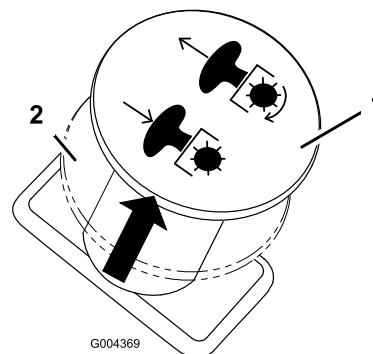

Figura 9
2. Desengrane las cuchillas moviendo el mando de control de las cuchillas a Desengranado (Figura 9).